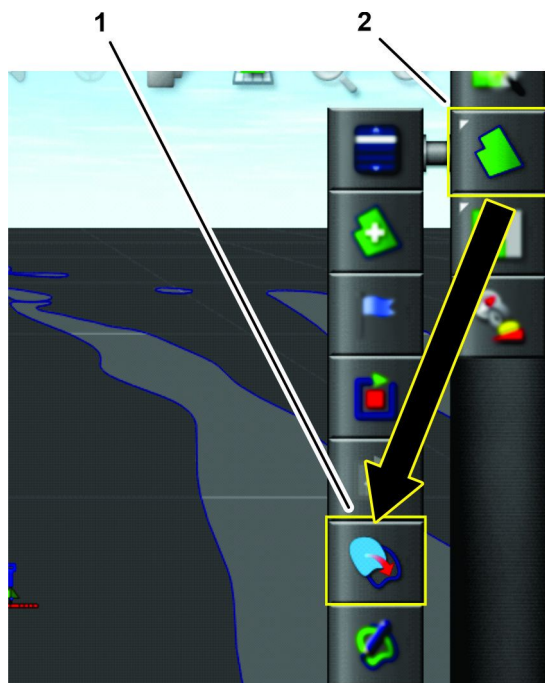

Figura 73
4. Pulse el icono MENÚ DE PARCELAS y pulse el icono CREAR PERÍMETRO DESDE ARCHIVO DE FORMA (Figura 73).